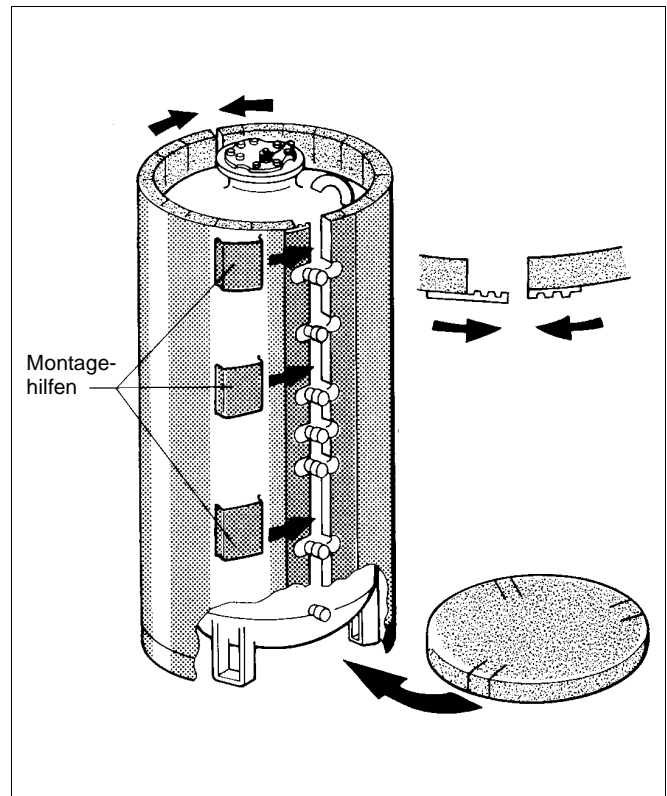

Abb. 7
- Geschlitzte Wärmeschutzscheibe mit den Einschnitten im Bereich der Speicherfüße auf den Boden legen (Abb. 7).
Die Verschußleiste an den Anschlußleitungen zuerst verschließen und mit Montagehilfen (U-Schiene) sichern (Abb. 7).
- Gelochte Wärmeschutzmatte so um den Speicherkörper legen, daß das Lochbild mit den Anschlüssen deckungsgleich ist (Abb. 7).